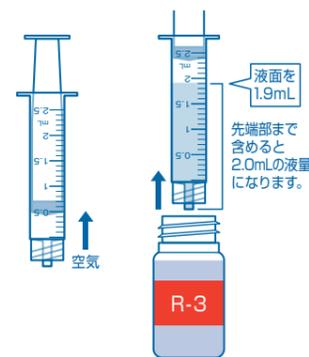

図9
⑨2.5mLシリンジに空気を約0.5mL吸い込んでから、続けてR-3試薬を吸い込み、液面を1.9mLの目盛に合わせます。(図9)